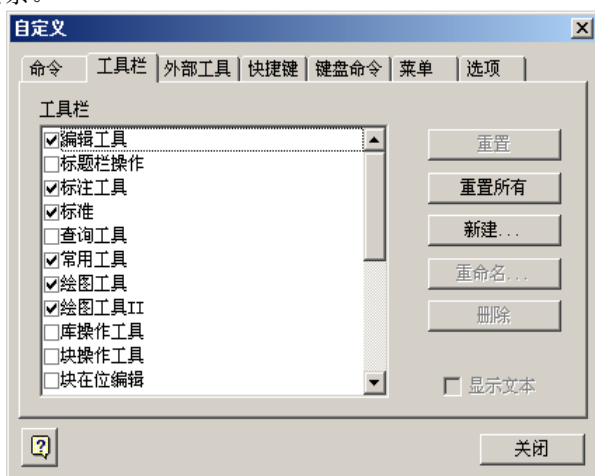

图 10-4 工具栏定制对话框
- (1) 单击【工具栏】选项，出现工具栏属性对话框，如上图 10-4。
- (2) 单击【新建】按钮，出现【工具条名称】对话框，在文本框中输入工具条名称【我的工具】。